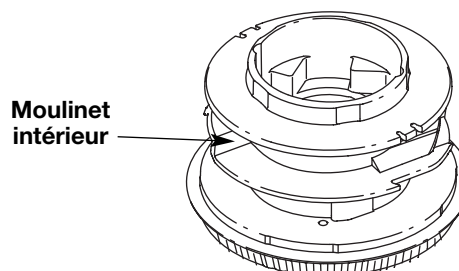

Fig. 50
- Retirez tout le fil du moulinet intérieur avant de nettoyer. Enlevez tout débris ou trace d'herbe du bouton, du ressort, du moulinet et du joint en mousse. Lavez le moulinet intérieur avec de l'eau tiède savonneuse (Fig. 50).